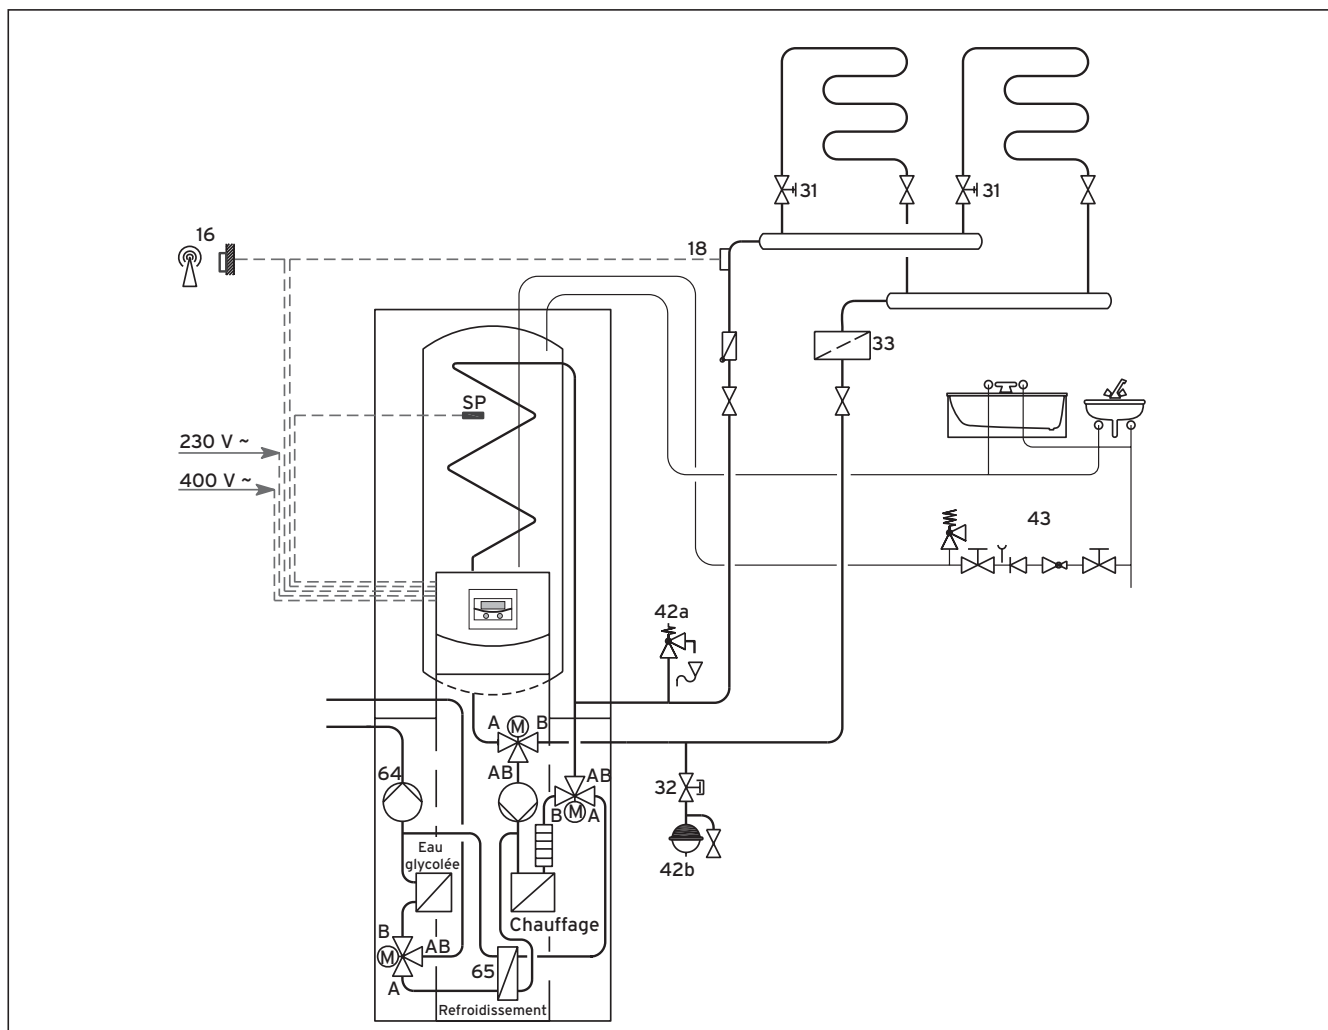

Fig. 6.9 Schéma hydraulique 6
Légende de la fig. 6.9
- Introduisez les deux protections latérales (fig. 6.9, pos. **1** et **2**) dans la partie inférieure du châssis de la pompe à chaleur et poussez-les en les faisant glisser. Vissez-les ensuite à l'aide de quatre vis de fixation.